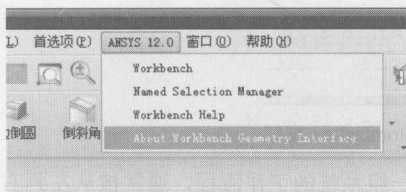

图 1-4 从 CAD 系统启动 Workbench
- 直接从 CAD 系统进入 Workbench 中, 如图 1-4 所示就是从 UGNX 中启动。